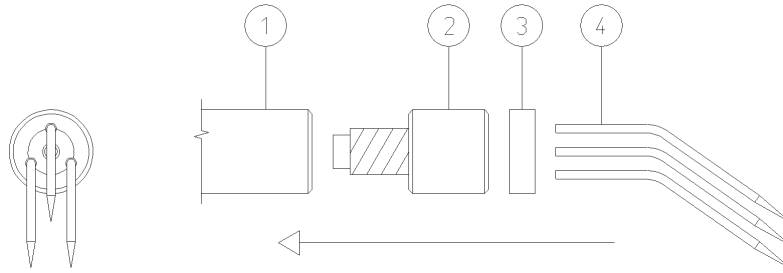

Figura 1.
5.2.3. Pinner opzionale con lama di testa (si veda la figura 1)